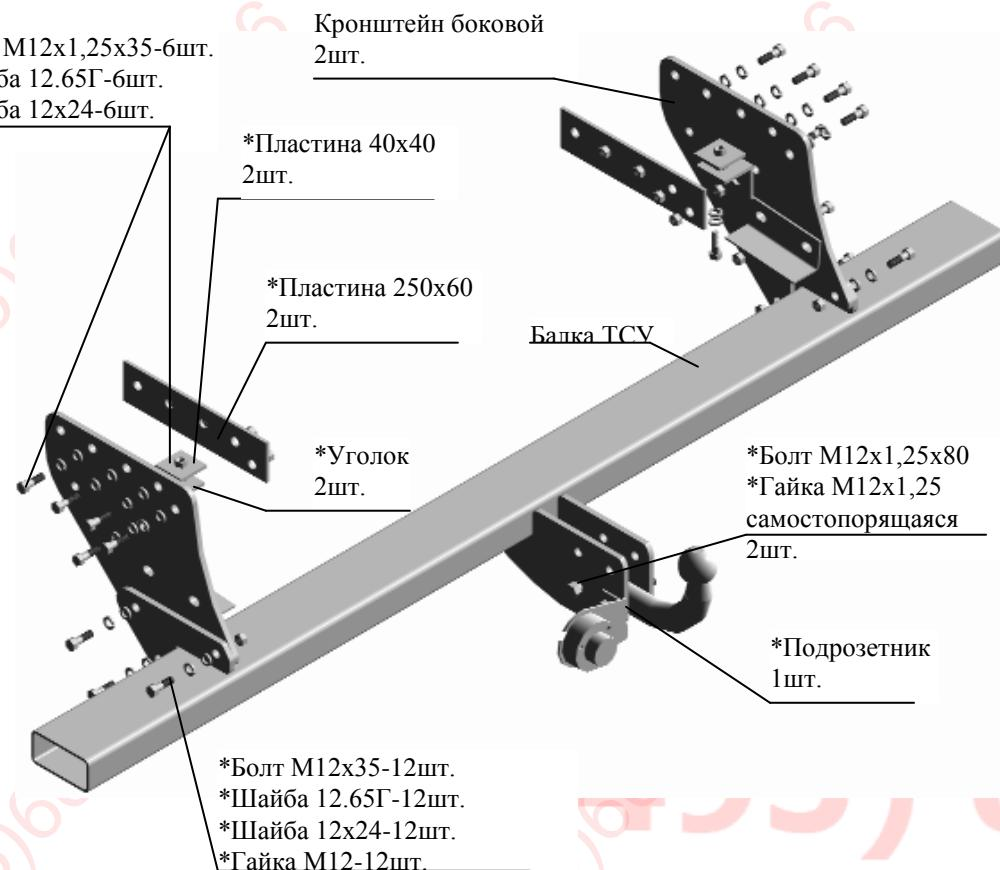

Рис.1 Тягово-сцепное устройство 7110эж
2.1 ТСУ 7110 в сборе (рис.1)	1 шт.
2.2 Пакет с комплектующими (см. рис.1)	1 шт.